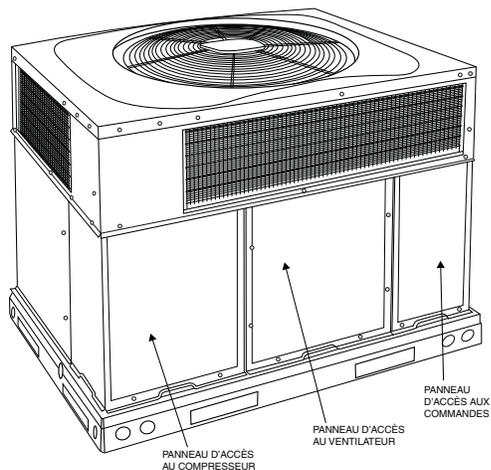

Fig. 22 – Panneaux d'accès de l'appareil
- a. Retirez les panneaux d'accès du ventilateur (consultez la Fig. 22).
g. Réinstallez les panneaux d'accès du ventilateur (consultez la Fig. 22).
1. Retirez le panneau d'accès de commande (consultez la Fig. 22).
Retirez les panneaux d'accès du ventilateur (consultez la Fig. 22). L'interrupteur de limite est situé sur le compartiment de ventilateur.
3. Retirez le panneau d'accès de commande (consultez la Fig. 22).
Retirez les panneaux d'accès (consultez la Fig. 22) pour accéder aux commandes électriques et au câblage. Vérifiez que toutes les connexions électriques sont bien serrées. Serrez toutes les vis des connexions. Si les connexions portent des traces de décoloration ou de brûlure, démontez les connexions, nettoyez toutes les pièces, coupez et dénudez l'extrémité des fils, puis refaites-les correctement en serrant bien.